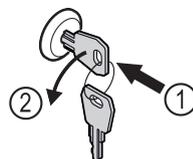

Fig. 206
- ▶ Introducir la llave. Fig. 206 (1)
- ▶ Girar la llave 90° en sentido antihorario. Fig. 206 (2)